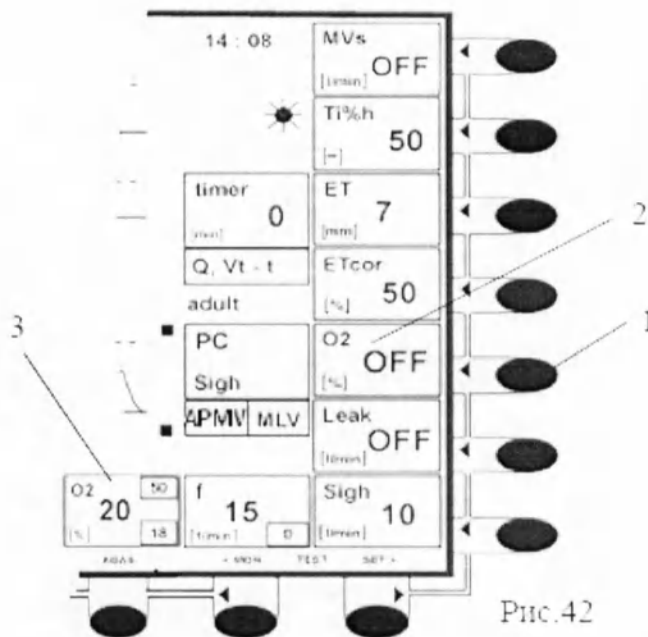

Рис.42
а) прямым входом в окно редактирования (2 – рис. 42) посредством нажатия клавиши « O_2 » (13 – рис. 4). После чего, откроется второе «подменю» поля для редактирования (см. ст. 3.1.1.1.3). После нажатия клавиши (1), откроется окно настройки концентрации O_2 в дыхательной смеси – доступно редактирование. Для установки нужной концентрации, пользователь поворотным манипулятором (4 – рис. 2) подтверждает (ENTER) выбранный показатель и автоматически начинает поступать требуемая концентрация.
б) постепенно открывая отдельные «подменю» – см. рис. 42. После двукратного нажатия клавиши «SET» (9 - рис. 34), откроется второе «подменю» поля для редактирования (см. ст. 3.1.1.1.3), которое отличается от первого подменю коричнево-оранжевой окраской доступных параметров (см. рис. 42).